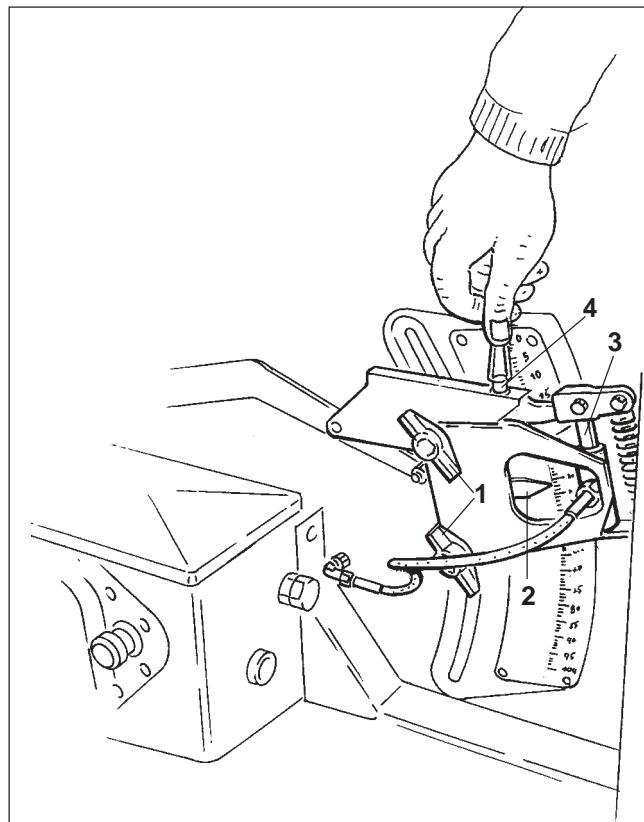
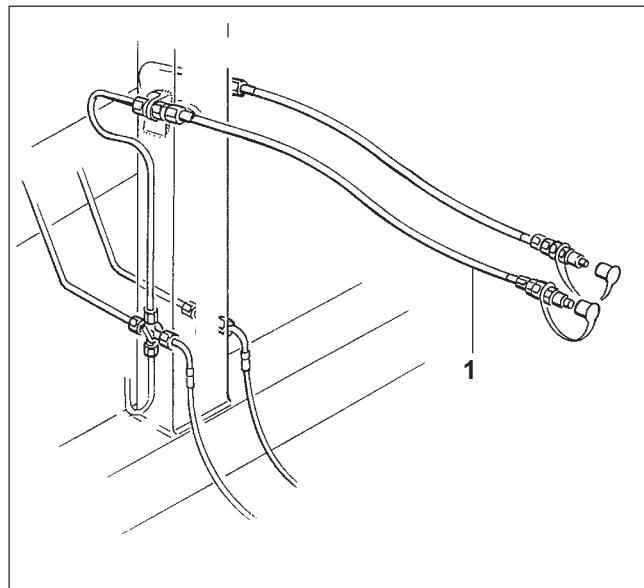

Рис. 15.1
Рис. 15.2
На полях с сильно неменяющимися почвами достигается с помощью гидравлические приводимой в действие установки (Рис. 15.1) на местах с более тяжелой почвой повышенная норма высева семян.
При поставке механизм установки (Рис. 15.1) монтируется на рычаг переключения коробки передач, а гидравлический цилиндр (Рис. 15.1/3) присоединен к "Блоку включения II" (Рис. 15.2/1), которым оснащена Ваша сеялка. Присоедините "Блок включения II" к тягачу к клапану управления.
- Гидравлический цилиндр (Рис. 15.1/3) не приводить в действие под давлением.
- Обе грибковые ручки опустить (Рис. 15.1/1)
- Указатель (Рис. 15.1/2) рычага переключения коробки передач передвинуть снизу на значение шкалы согласно таблицы семян.
- Обе грибковые ручки затянуть (Рис. 15.1/1).
- Гидравлический цилиндр (Рис. 15.1/3) привести в действие с помощью управления из кабины тягача при помощи клапана.
- Установочный винт (Рис. 15.1/4) закрутить до тех пор, пока указатель (Рис. 15.1/2) рычага переключения коробки передач не покажет желаемое значение на шкале.